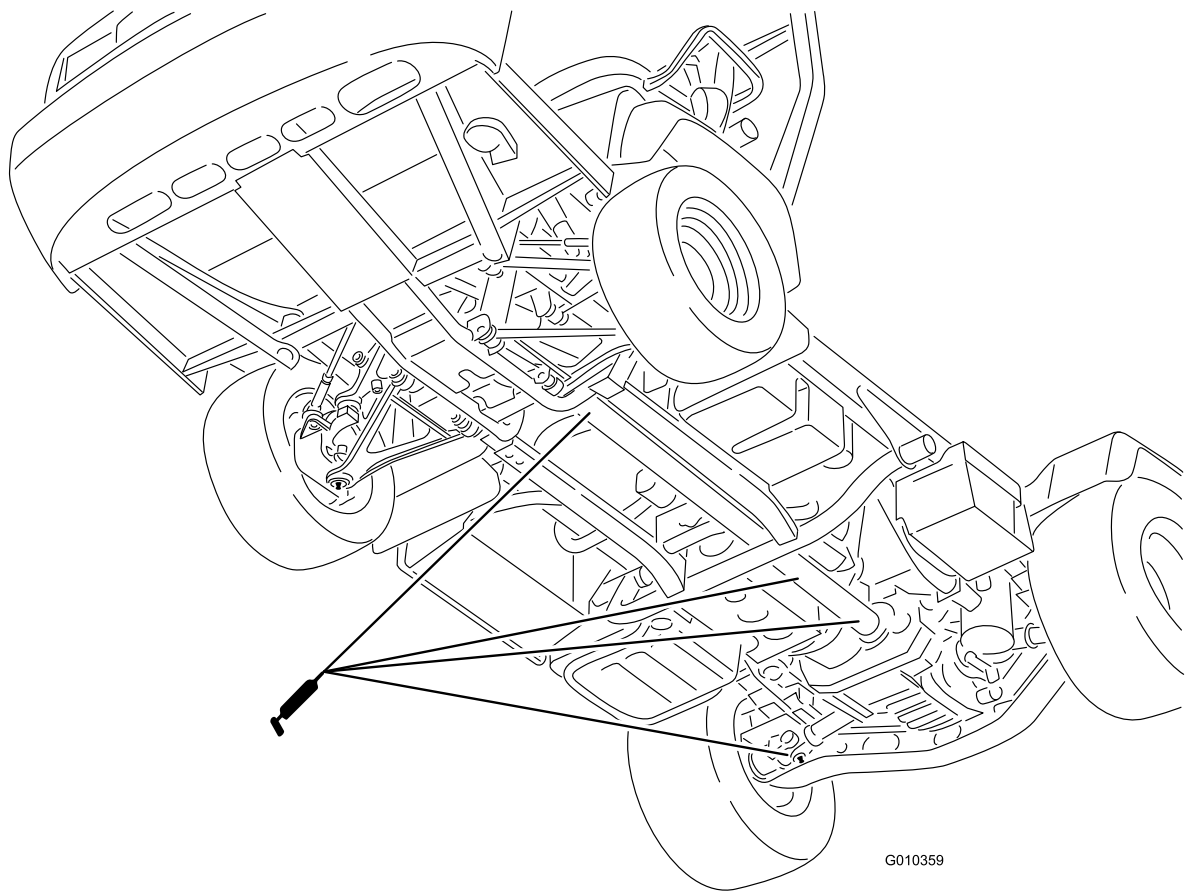

Figura 32
- **Giunto a U (18);** fate riferimento alla Figura 32
- **Albero motore trazione integrale (3);** fate riferimento alla Figura 32